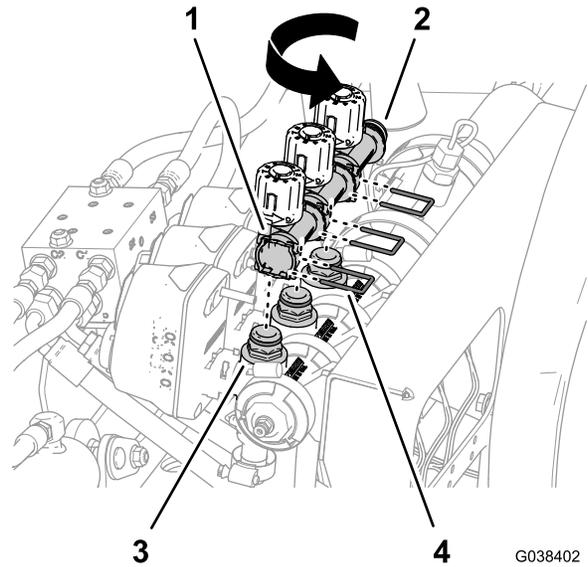

Bild 85
- 5. Drehen Sie den Sicherheitsventilverteiler um 180° und setzen Sie ihn auf die drei Schnellkupplungsanschlusstücke des Sprühventilverteilers (Bild 85).
- 6. Befestigen Sie den Sicherheitsventilverteiler mit den drei Haltern, die Sie in Schritt 3 entfernt haben, an den Schnellkupplungsanschlusstücken des Sprühventilverteilers (Bild 85).